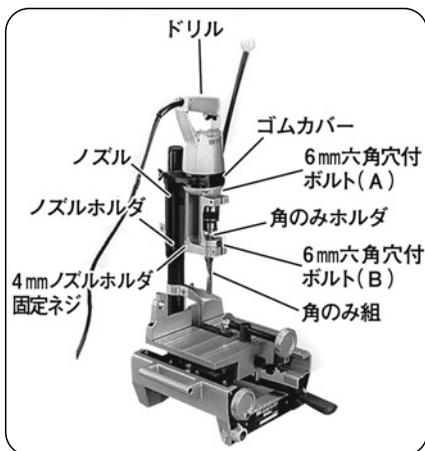

図 22
(1) 角のみ本体から次の部品を取りはずします。
- ① 15 ページの「2. 角のみ、キリの取りはずし」の項を参照して角のみ組をはずします。
- ② 4 mm ノズルホルダ固定ネジをはずし、ノズル、ノズルホルダを一体ではずします。
- ③ 6 mm 六角穴付ボルト (A) を付属 (図 3 参照) の六角棒スパナでゆるめ、ドリルを角のみホルダからはずします。(図 22)
6 mm 六角穴付ボルト (B) を付属 (図 3 参照) の六角棒スパナでゆるめ、角のみホルダをヘッドからはずします。(図 22 参照)